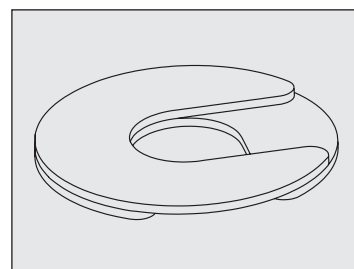

Fig. 10. Instale varias cuñas con ranuras desplazadas.
- Si se usa más de una cuña, asegúrese de que las ranuras de las cuñas estén desplazadas. Consulte la fig. 10.
- **NO** utilice más de cuatro (4) cuñas en una ruedecilla.